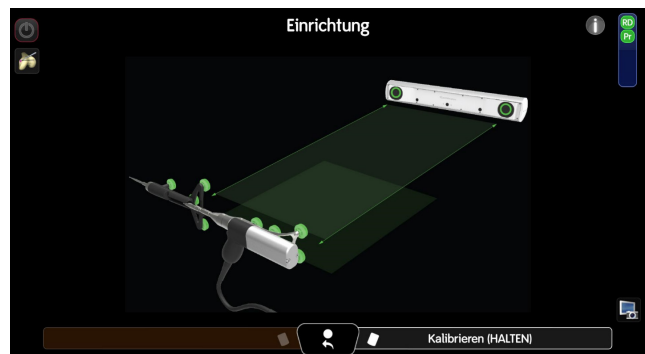

Abbildung 44. Bildschirm **Einrichtung** zur Überprüfung des Robotik-Bohrers
1. Die Punktsonde wie auf dem Bildschirm **Einrichtung** abgebildet auf den Robotik-Bohrer-Schutz schieben (Abbildung 44).